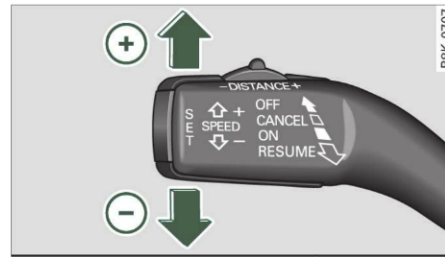

Fig. 108 Maneta de comandă: Modificarea vitezei
- Apăsați maneta **scurt** în sensul $\oplus$ $\Rightarrow$ fig. 108. Viteza va crește cu o liniuță în vitezometru.